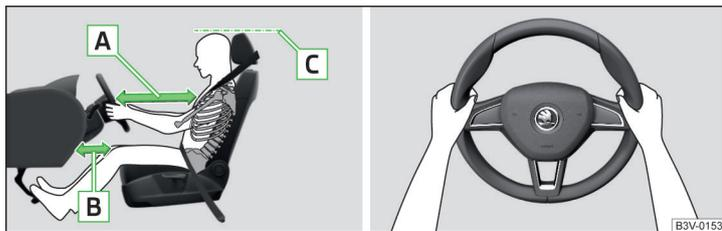

Fig. 2 Position assise correcte du conducteur/Bonne position du volant
- ✓ Pour les véhicules avec airbag de genoux côté conducteur, réglez le siège du conducteur en sens longitudinal de façon à ce que la distance **B** entre les jambes et le tableau de bord à hauteur de l'airbag de protection des genoux soit de 10 cm au moins » fig. 2.
- ✓ Ajustez le volant de façon à ce que la distance **D** entre le volant et le buste soit de 25 cm au moins » fig. 2.
- ✓ Réglez l'appuie-tête de façon à ce que le bord supérieur de l'appuie-tête se trouve au moins à la hauteur de la partie supérieure de votre tête **C** » fig. 2 (ne concerne pas les sièges avec des appuie-têtes intégrés).
- Pendant la conduite, maintenez le volant latéralement des deux mains sur le bord extérieur dans les positions « 9 » et « 3 » heures » fig. 2. Ne jamais tenir le volant en position « midi » ou de toute autre manière (par exemple au milieu du volant ou sur la partie interne). Sinon, le déclenchement de l'airbag du conducteur risque de provoquer de graves blessures aux bras, aux mains et à la tête.
- ✓ Réglez l'appui-tête de façon à ce que le bord supérieur de l'appui-tête se trouve au moins à la hauteur de la partie supérieure de votre tête **C** » fig. 2 à la page 9 (ne concerne pas les sièges avec des appui-têtes intégrés).
- ✓ Réglez l'appui-tête de façon à ce que le bord supérieur de l'appui-tête se trouve au moins à la hauteur de la partie supérieure de la tête **C** » fig. 2 à la page 9.